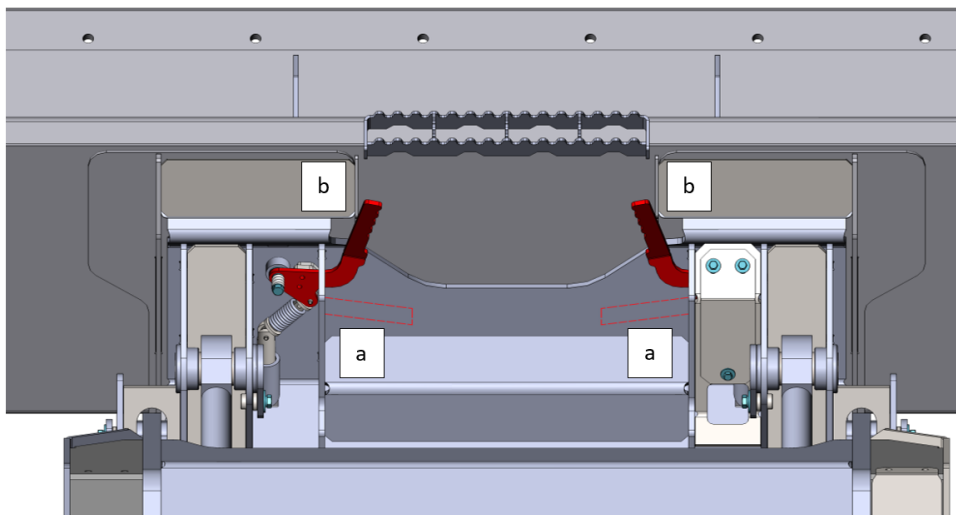

Рисунок 3.77. Демонтаж навесного оборудования
- ▶ Поднять рычаги вверх до упора из положения **a** в положение **b**, как показано на рис. 3.77.